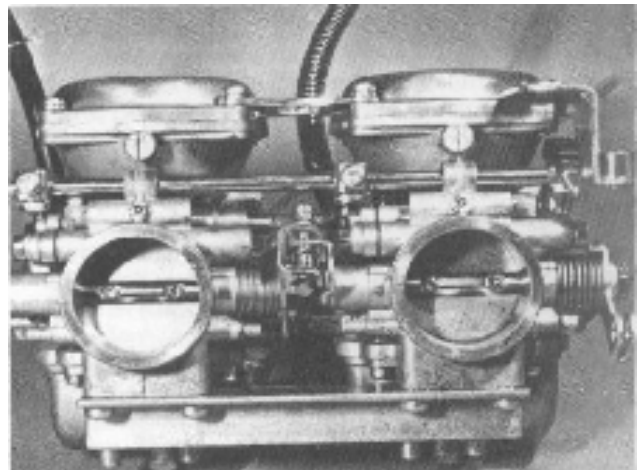

Bild 257
- Ein Ausbau der Drosselklappe ist nicht zu empfehlen, da diese Bauteile kaum verschleissen. Sollte die Drosselklappenachse ausgeschlagen sein, so ist auch der ganze Vergaser zu ersetzen, da sich Nebenluft durch die Lagerbohrungen einschleicht und zu einem zu mageren Gemisch führt (Bild 257).